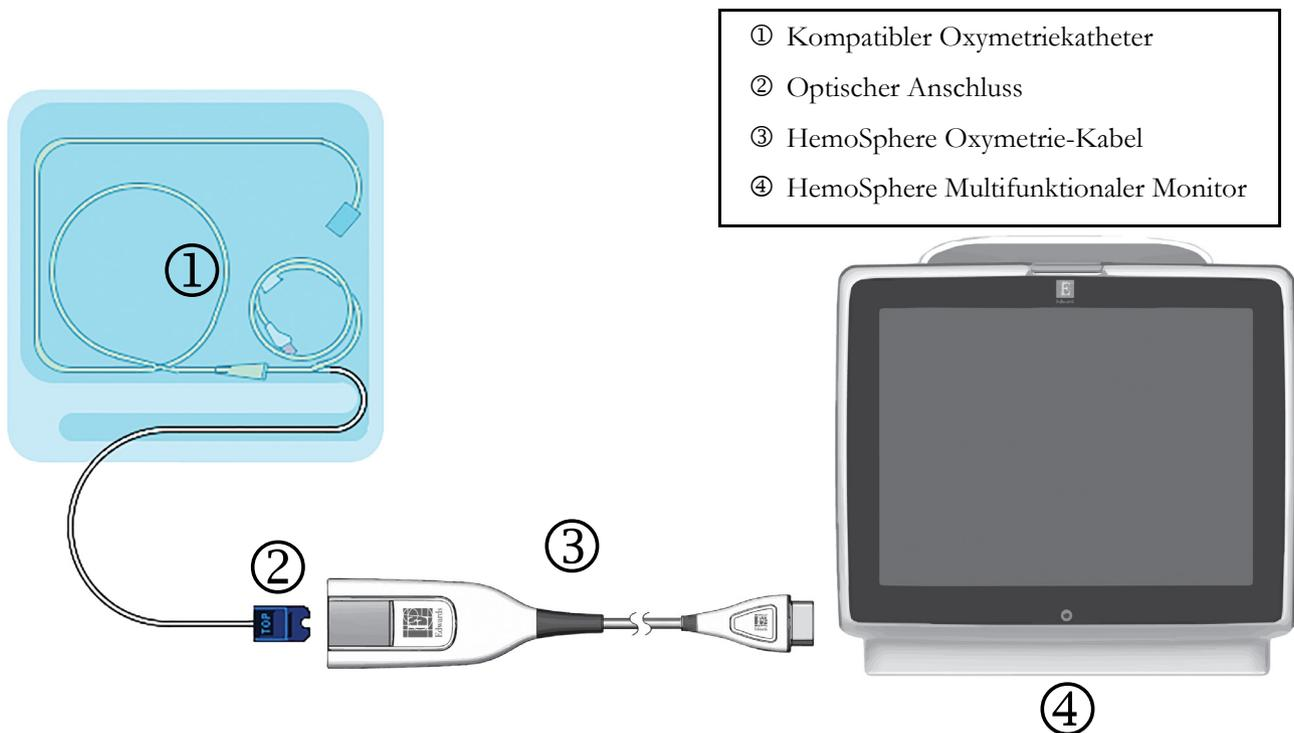

Abbildung 4-3 Übersicht der Oxymetrie-Anschlüsse
- 1 Schließen Sie das HemoSphere Oxymetrie-Kabel auf der linken Seite des HemoSphere Multifunktionaler Monitors an. Siehe Abbildung 4-3.